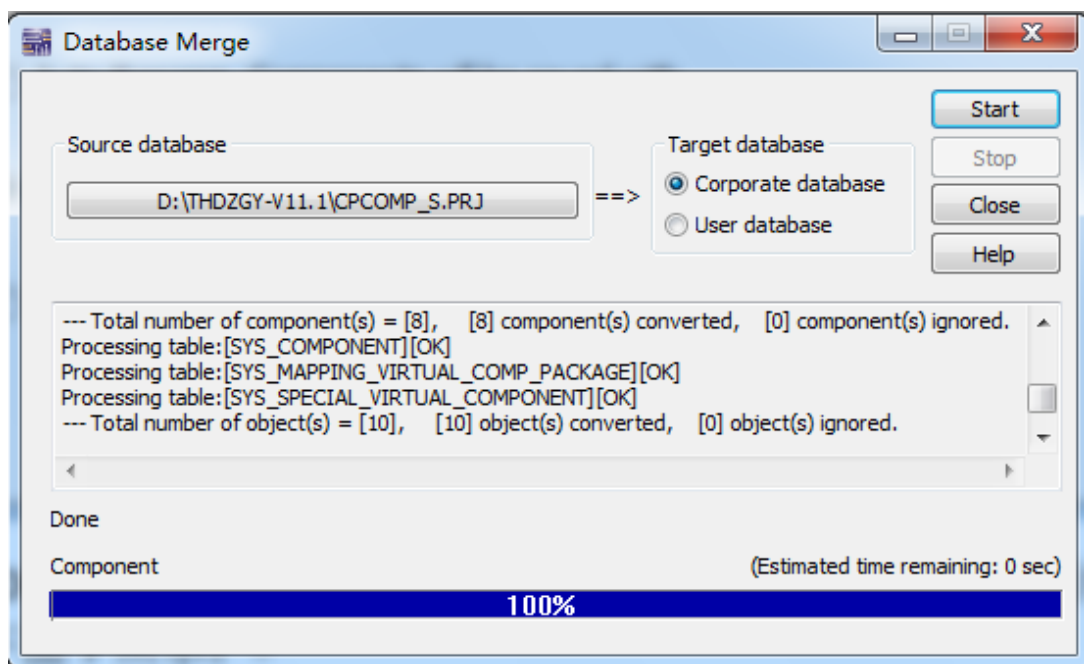

图 2-4 导入报告
4. 等待一会可以所到图 2-4 所示的报告，说明元件库已成功导入合并，此时关闭此对话框完成 THDZGY-EDA 实践专用库 “CPCOMP_S.PRJ” 的导入。